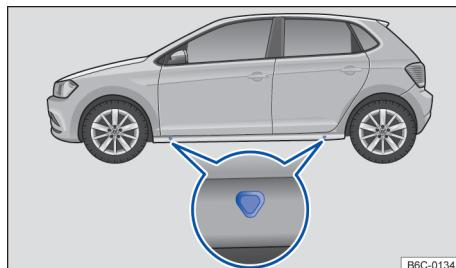

Fig. 165 Pontos de apoio do macaco.
O macaco somente pode ser posicionado nos pontos de apoio indicados (marcação na carroceria) → Fig. 165. É válido o ponto de apoio localizado próximo à roda correspondente → ▲.
7. Procurar sob o veículo o ponto de apoio do macaco → Fig. 165, mais próximo da roda a ser trocada.